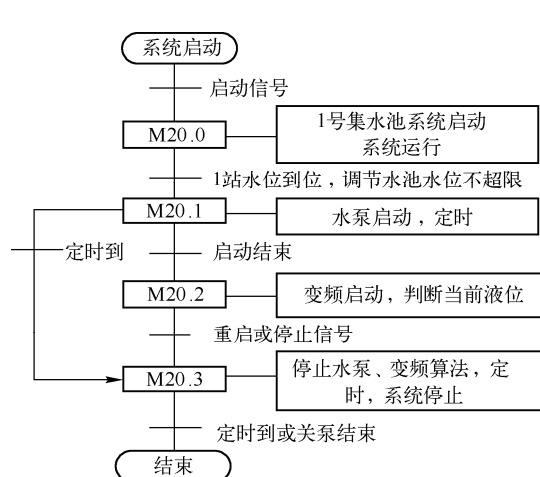

图 17-6 一站集水池控制程序流程图
1) 一站集水池。一站集水池控制程序流程如图 17-6 所示。